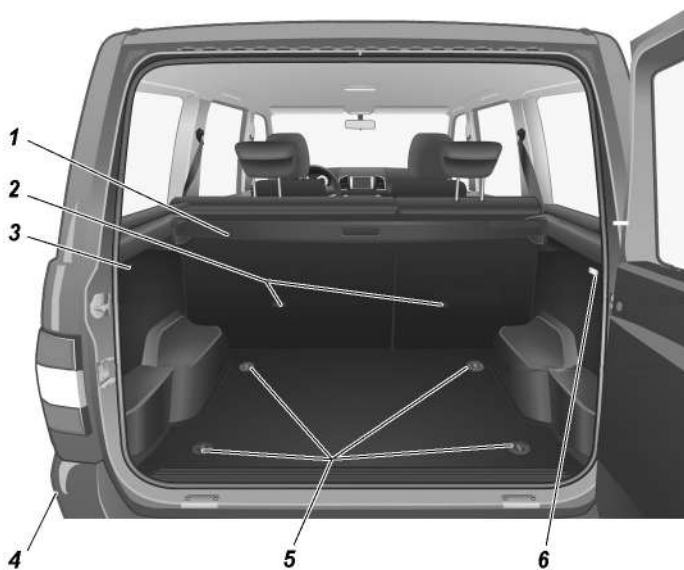

Рис. 3.58. Багажное отделение:
В систему крепления ISOFIX входят два нижних кронштейна ISOFIX и кронштейн для верхнего страховочного ремня ISOFIX (рис. 3.58).
- закрепите верхний страховочный трос за кронштейн крепления верхнего ремня ISOFIX (рис. 3.58);
Багажное отделение (рис. 3.58)
В багажном отделении автомобиля (в зависимости от комплектации) расположена выдвижная шторка 1 (рис. 3.58).